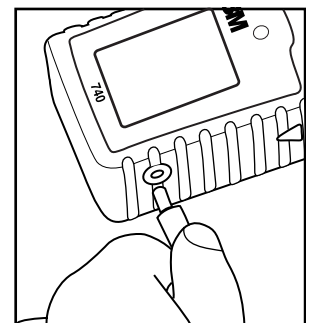

Fig. 32
1. Desligue a unidade. Conecte o plugue na saída do carregador ao receptáculo próximo da parte inferior do detector (Fig. 32).